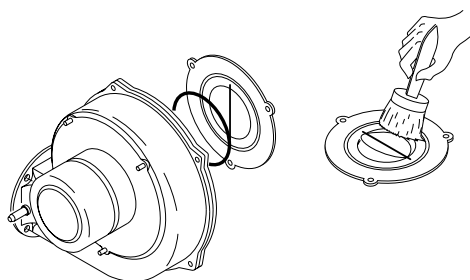

fig. 14
- Per pulire il ventilatore D, smontarlo dal convogliatore C, smontare la serranda e pulirlo aiutandosi con un pennello (fig. 14). **Per evitare possibili infiltrazioni di polvere nel cuscinetto del motore del ventilatore, si consiglia di NON UTILIZZARE l'aria compressa;** pulire inoltre, sempre con un pennello, la serranda del ventilatore.